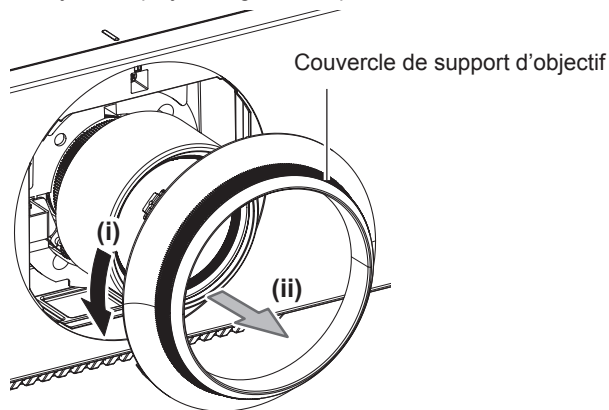

Fig. 1
- 1) Tournez le couvercle de support d'objectif dans le sens inverse des aiguilles d'une montre et retirez-le. (Fig. 1)
- 1) Retirez le couvercle de support d'objectif, alignez le guide de l'objectif de projection avec la rainure du guide du projecteur, puis insérez-le dans l'extrémité. (Fig. 1)